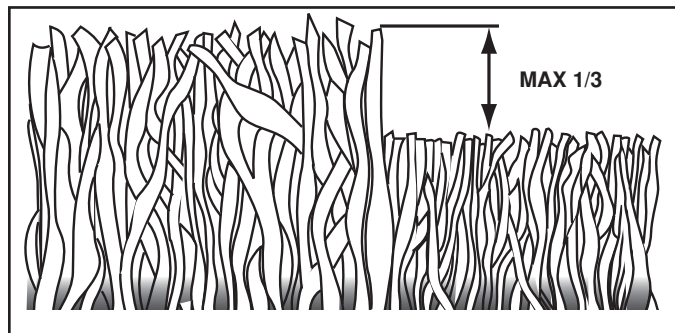

FIG. 9
- Pour les meilleurs résultats, ajustez la hauteur de coupe de la tondeuse afin que la tondeuse coupe seulement le tiers du haut de l'herbe (Voir Fig. 9). Au cas où l'herbe est très haute, il sera nécessaire d'élever la hauteur de coupe pour réduire les efforts de propulsion, pour éviter de surchauffer le moteur et pour éviter l'agglutination et l'abandon de masses d'herbe coupée. Pour les conditions de broyer de l'herbe très difficiles, réduisez la largeur de coupe en imbriquant l'allée auparavant coupée et tondez lentement.